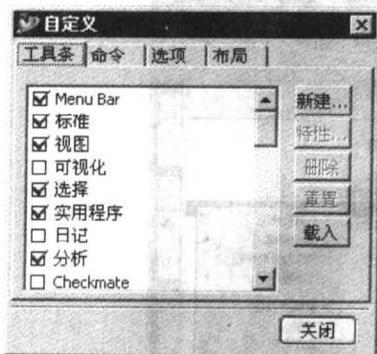

图1-12 “工具条”选项卡
(1) 单击菜单“工具”→“自定义”命令，系统弹出“自定义”对话框，也可以在工具条或者工具条空白区单击鼠标右键显示快捷菜单，单击“自定义”命令进入工具条设定。该对话框包含4个选项卡，分别是“工具条”、“命令”、“选项”和“布局”选项卡。
(2) 单击“工具条”选项卡，如图1-12所示，该选项卡主要用来显示或隐藏指定的工具条，也可用来完成载入工具条定义文件。显示或隐藏工具条的方法是在“工具条”列表框中，将工具条名前复选框中的“√”取消，则该工具条将被隐藏；而复选框中有“√”，则表明该工具条将显示在工作桌面上。